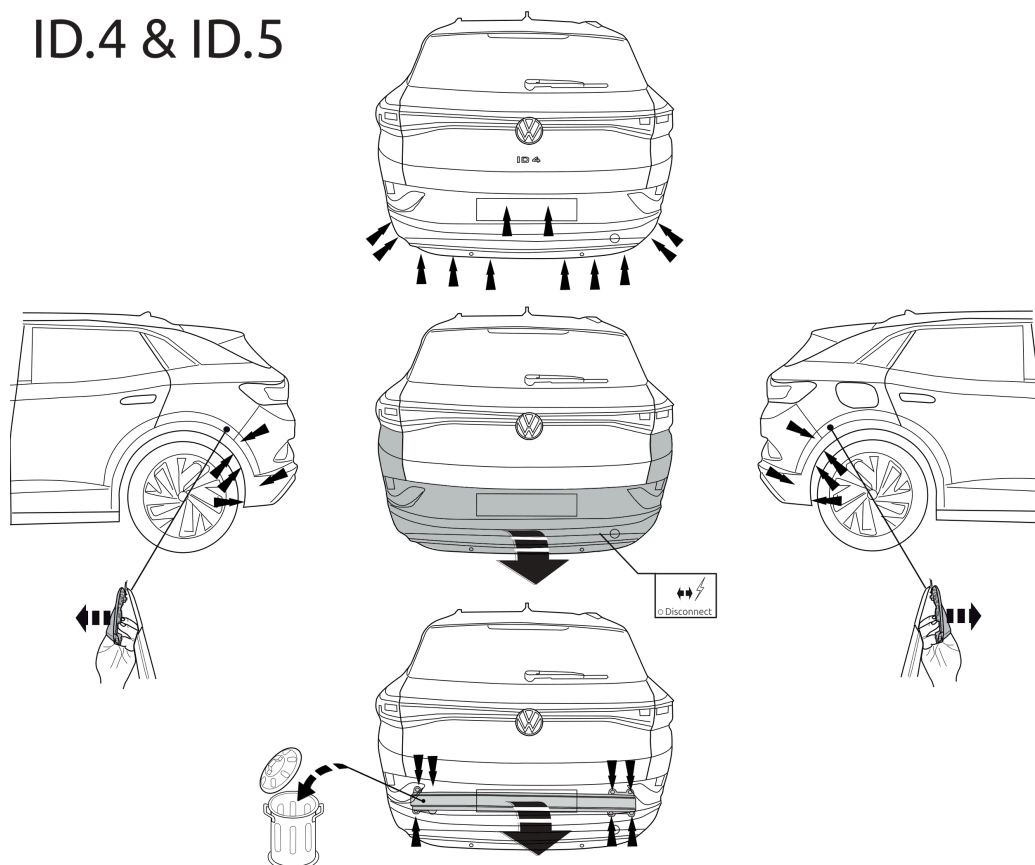

Fig. 1
1. Zdemontować z pojazdu zderzak wraz ze belką zderzakową. Belka zderzakowa nie będzie ponownie używana. Ponownie przykręcić śruby. Patrz rysunek 1, 2,3,4,5,6 & 7
1. Снять бампер вместе со буферным брусом автомобиля. Буферный брус больше не понадобится. Поставить болты на место. См. рисунок 1, 2,3,4,5,6 & 7.